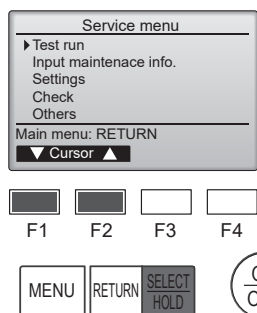

Fig. 6-3
- 3 Seleccione "Test run" (Modo prueba) con el botón [F1] o [F2], y pulse el botón [SELECT/HOLD]. (Fig. 6-3)